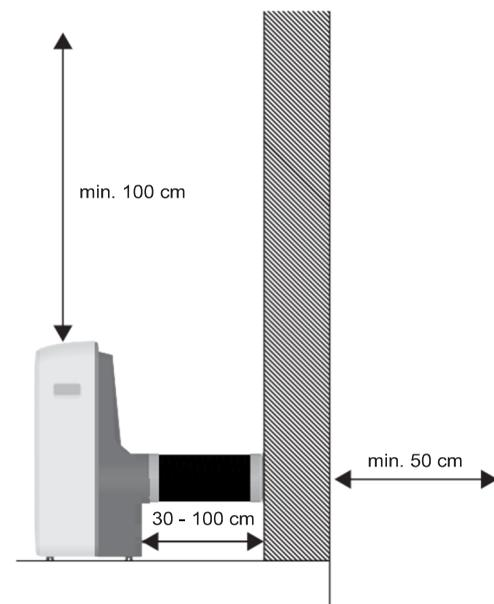

Bild 6: Freiräume über und hinter dem Klimagerät.
- über dem Klimagerät mindestens 100 cm Freiraum besteht (siehe *Bild 6*).